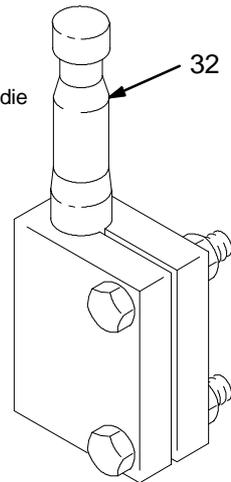

Abb. 12
13. Die Schrauben (28) und Federringe (2) von der Kolbenplatte (27) nehmen. Die Kolbenmutter (16) lösen. Mit dem Werkzeugsatz 220-385 die Kolbenstange (32) und die Kolbenmutter (16) entfernen. Siehe Abb. 12. Die Kolbenmutter von der Stange abnehmen. Die Platte (27) und die Dichtung (45) vom Kolben (24) entfernen.
14. Kolbenstange (32) überprüfen. Wenn sie beschädigt ist oder die Oberfläche zerkratzt ist, muß sie ausgewechselt werden.
17. Die Kolbenplatte (27) so einbauen, daß die abgeschrägte Seite von der Kolbendichtung weg gerichtet ist. Ein wenig mittelfestes, flüssiges Gewindedichtmittel auf die Kolbenschrauben (28) auftragen und zwei der Schrauben und Federringe (2) installieren.
- 5 Das Gleitmittel 222-955 auf das Gewinde der Kolbenstange (32) und des Kolbens (24) auftragen.